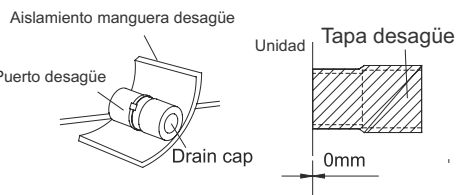

Fig.29
- (10). El puerto de desgüe sin usar debe también aislarse adecuadamente .(Fig.29)